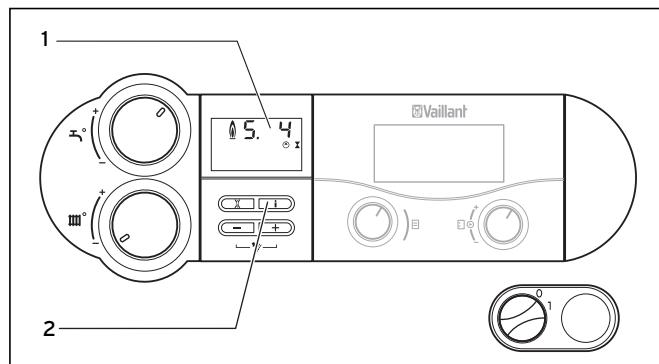

Fig. 6.11 Statusvisninger
- Aktivér statusvisningerne ved at trykke på tasten "i" (2) (Fig. 6.11).
På displayet (1) (Fig. 6.11) vises nu den pågældende statuskode, f.eks. "**S. 4**" for brænderdrift. Betydningen af de vigtigste statuskoder fremgår af tabellen 6.1. Desuden forklares den pågældende statusvisning med en tekstindikator på displayet.
- Sæt displayet tilbage i normalmodus igen ved at trykke på tasten "i" (2) (Fig. 6.11) en gang til.